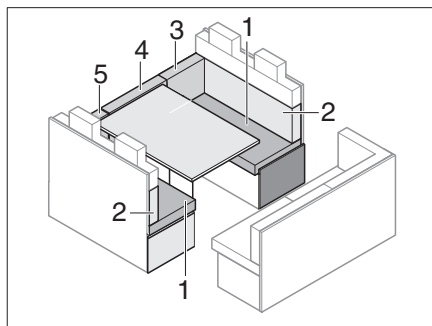

Fig. 199 Antes de la transformación
- Quitar el cojín del respaldo (Fig. 199,3,4 y 5) y ponerlo al lado.